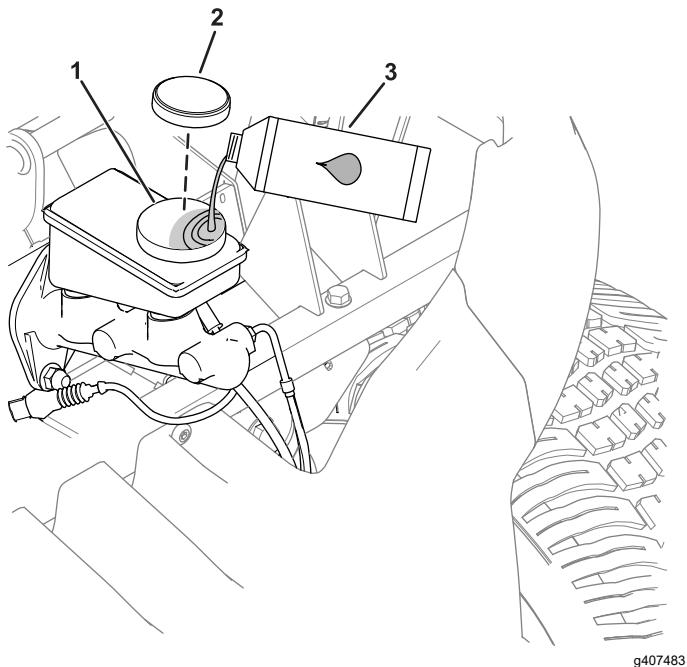

Figura 44
- A. Limpie la zona alrededor del tapón del depósito y retire el tapón (Figura 44).
- C. Coloque el tapón del depósito (Figura 44).